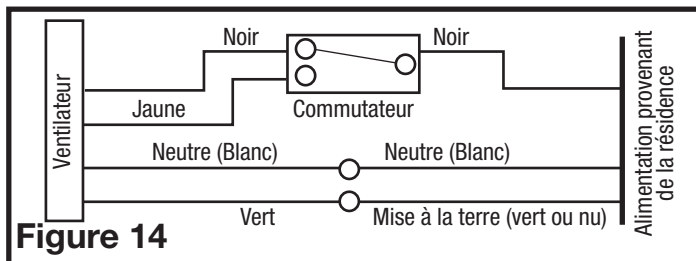

Figure 14
- 5b. Connectez le fil blanc de la maison au fil blanc du ventilateur. Connectez le fil de terre de la maison au fil vert du boîtier du ventilateur (**Figure 14**). Utiliser des méthodes approuvées pour toutes les connexions.